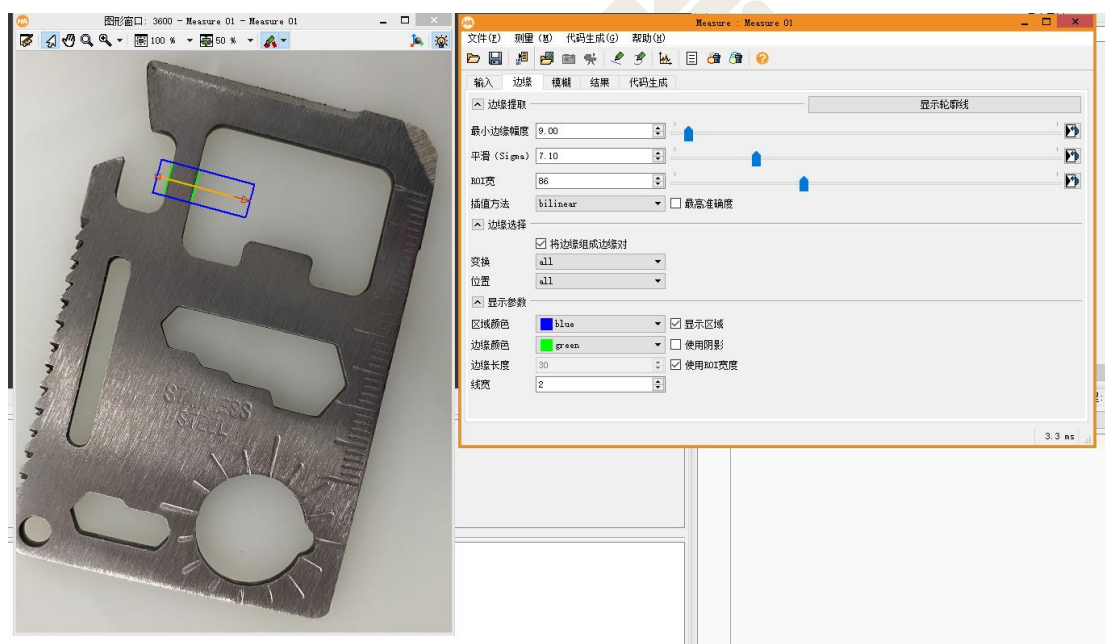

图 3-6 “边缘”选项卡
② 选择“边缘”选项卡，然后选择“”图标按钮，按住鼠标左键不放，在图像的测量处画线段，松开左键，点击右键生成线段和边缘，如图 3-6。